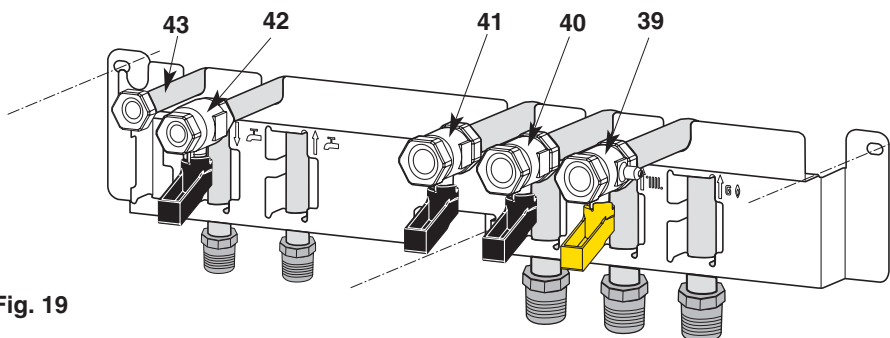

Fig. 19
3. Open de gaskraan 39 (fig.19).
- Draai de gastoevoer dicht door middel van kraan 39 (fig. 19), op «STOP»
Bij sommige installaties is het mogelijk dat er zich bij aftappen van warm water, een lichte opwarming voordoet van de buizen (en eventueel van een radiator). Om dit te vermijden, de vertrekdraai van de verwarming 41 (fig. 19) dichtdraaien..